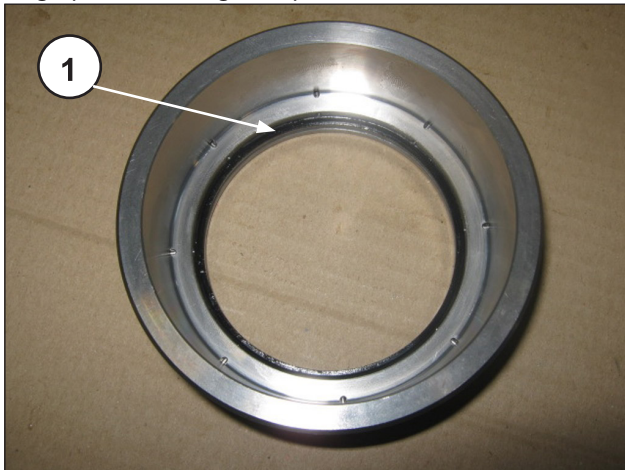

Abb. 249
Die korrekte Position des auf der Dichtung vorhandenen vorgespannten O-Rings überprüfen (Pos. ①, Abb. 249).